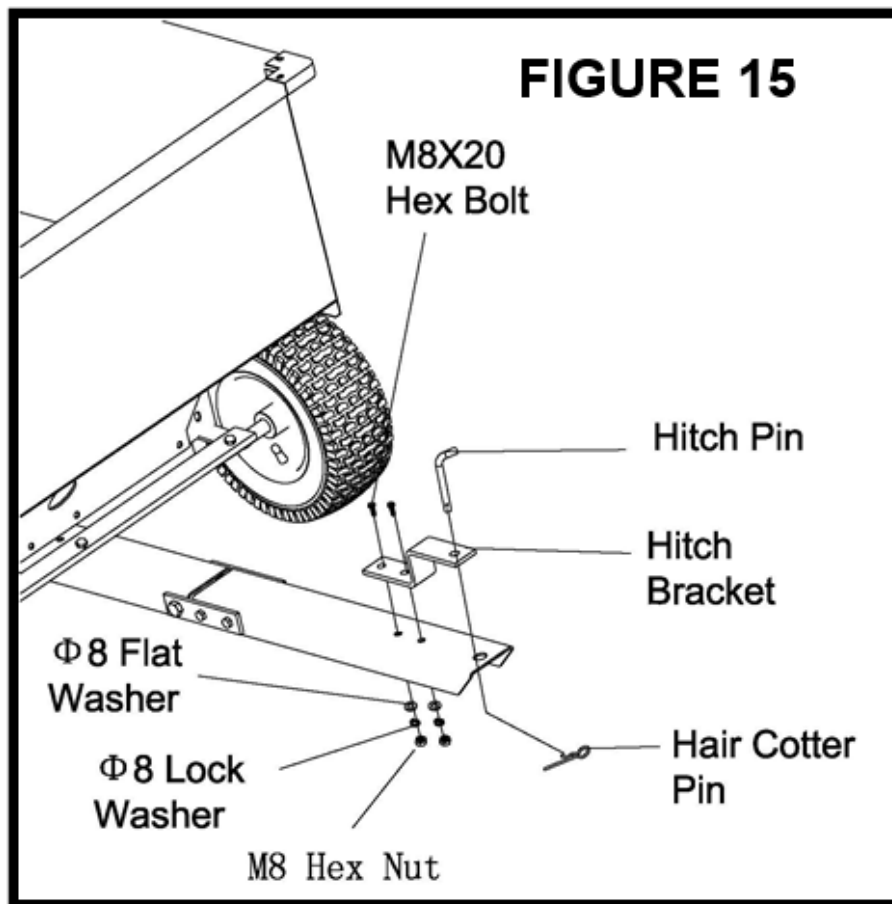

Abbildung 15
33. Befestigen Sie den Winkel mit zwei M8X20 Sechskantschrauben, einer Ø8 Sicherungsscheibe, einer Ø8 Unterlegscheibe und M8 Sechskantmuttern an der vorderen Anhängerkupplung. Ziehen Sie die Schrauben fest an. Siehe **Abbildung 15**.
34. Stecken Sie den Zugbolzen durch den Winkel und die Anhängerkupplung und sichern Sie ihn mit einem Splint, wie in **Abbildung 15** dargestellt.